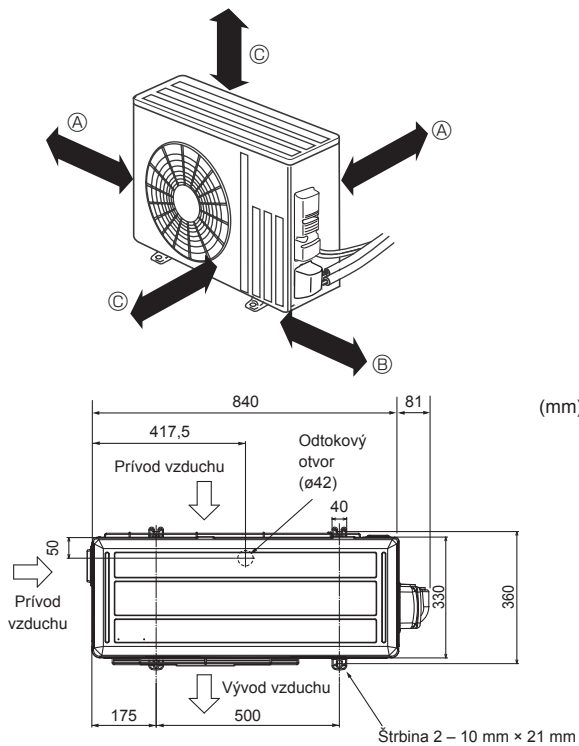

Fig. 3-1
3.1. Exteriérová jednotka (Fig. 3-1)